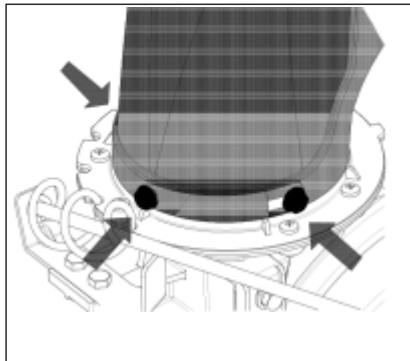

Рис. 9
1) Установите желоб на посадочное место желоба, закрепите его карточными болтами внутри и гайками снаружи. (рис. 9).